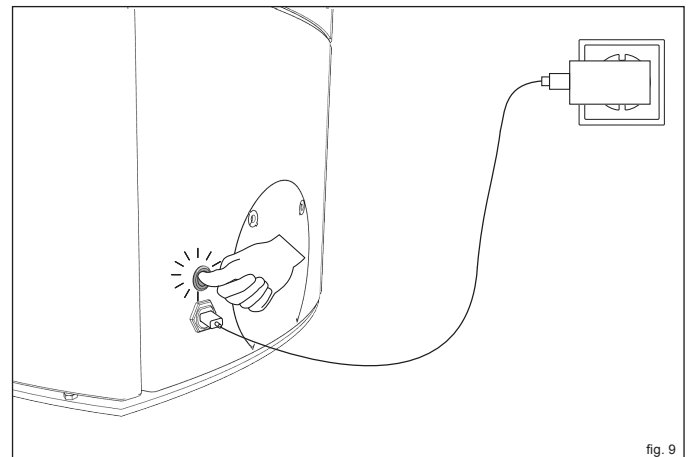

fig. 9
- ▶ Premere l'interruttore on/off (fig. 9).